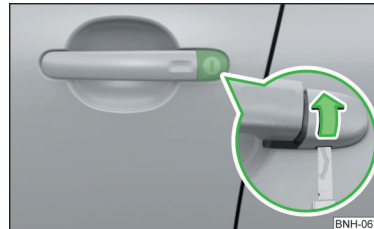

Abb. 256
- › Den Schlüssel in die Aussparung an der Unterseite der Abdeckung einschieben und die Abdeckung in Pfeilrichtung aufklappen » Abb. 256.